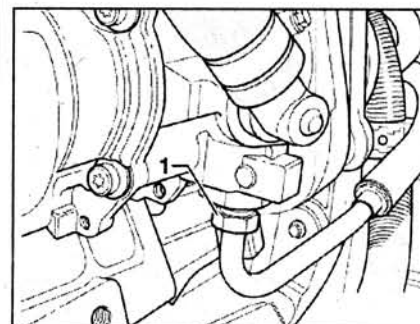

Рис. 6.27. Отсоедините шланг 1.
5. Отсоедините шланг 1 (рис. 6.27).